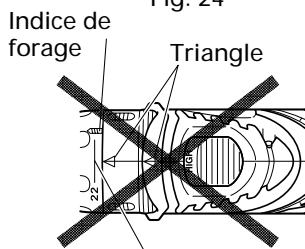

Fig. 25
- Ne pas utiliser avec le capuchon sur le chiffre "22" et le trait noir au milieu du repère de perçage. Cela pourrait provoquer des dommages. (Voir Fig. 25)